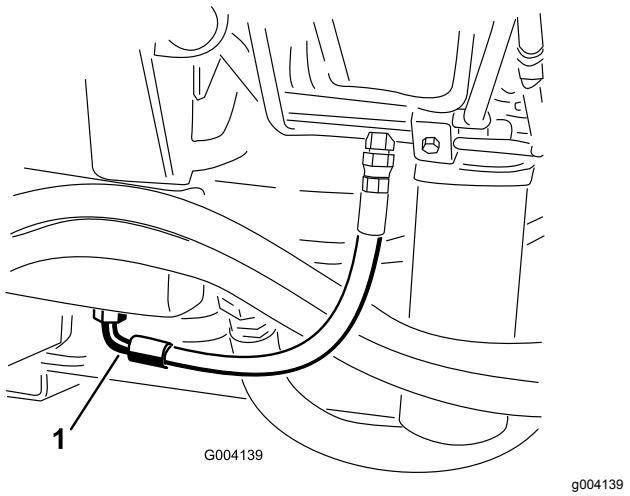

図 90
2. タンク図 90 の下についているフィッティングの下に、オイルを受ける大型の容器を置く。